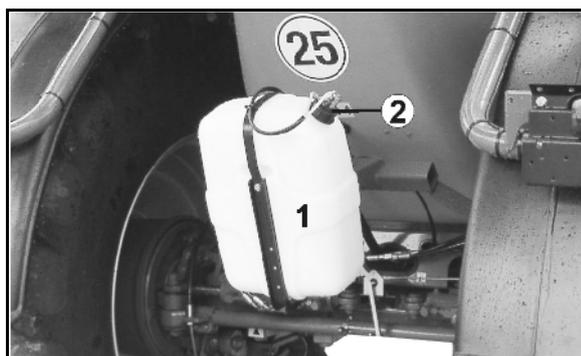

Fig. 125
- **Super-L-Gestänge Fig. 125/...**
- (1) Behälter
- (2) Schlitzschraube
- (3) Kompressor